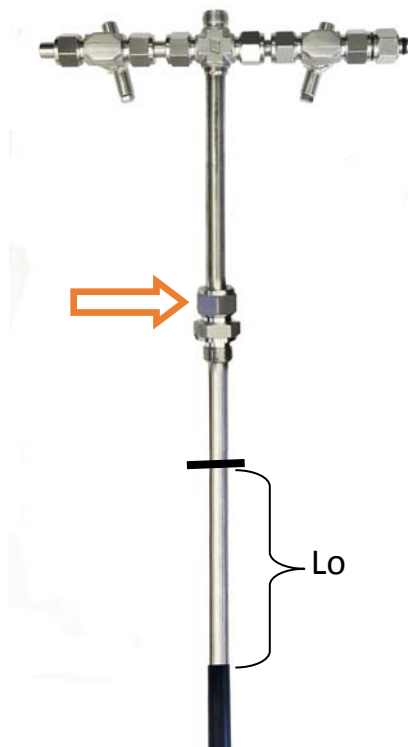

Рисунок 10 – Нанесение риски для установки на фланец
15. Отметьте нестираемым маркером на верхней трубке корпуса уровнемера ВЕКТОР-ДПТ риску, отсчитывая величину смещения L_0 (мм) от места соединения металлической трубки с гибким кабелем (см. рис. 10).
16. Ослабьте верхнюю гайку штуцера установочного (рис. 10), чтобы он мог свободно перемещаться по металлической трубке.